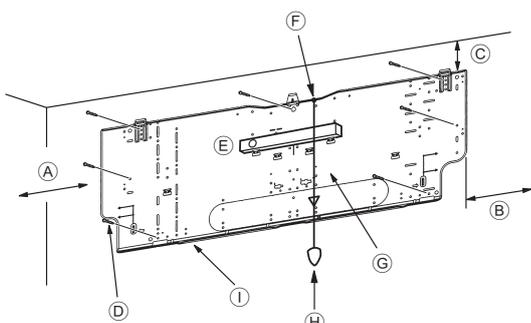
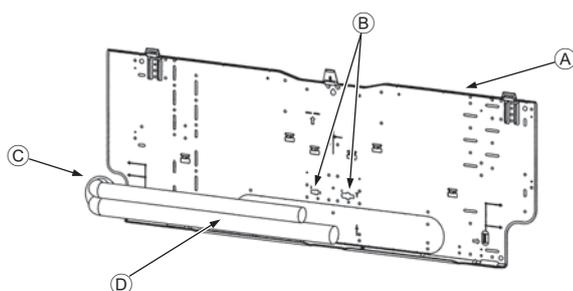

Fig. 3-4
Fig. 3-5
■ PKFY-P-VKM-E (Fig. 3-4)
- Ⓓ Vis de fixation (4 × 25) ②
- Ⓛ Planche d'installation ①
3.3. Lors de l'insertion des tuyaux dans le mur (Fig. 3-5)
- Ⓐ Planche d'installation ①